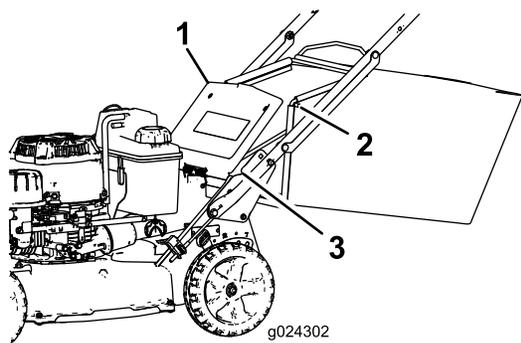

Figura 17
2. Alzate lo sportello posteriore e tenetelo alzato (Figura 17).
4. Installate le estremità dell'asta del cesto nelle tacche alla base della stegola e spostate il cesto avanti e indietro per accertare che le estremità dell'asta del cesto siano posizionate in fondo a entrambe le tacche (Figura 17).
3. Rimuovete l'asta sul cesto di raccolta dalle tacche alla base della stegola (Figura 17).